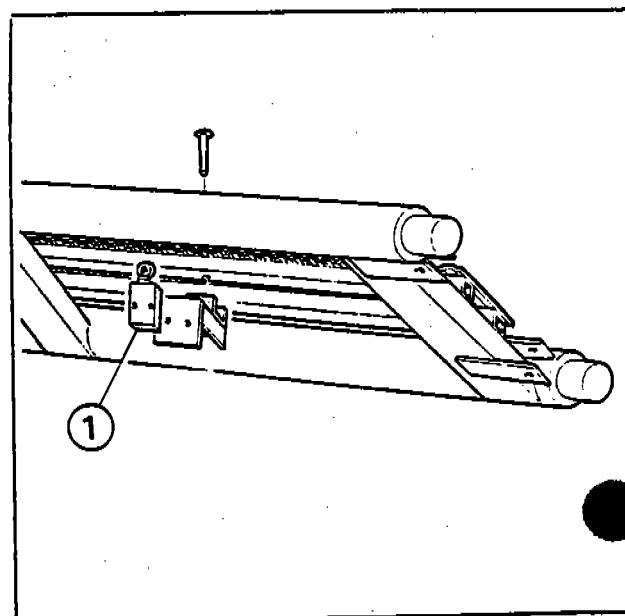

Fig. 27
- d) Assemble the crouzet switch (Fig. 27) on the rail on top of the spiral; be sure the electrical wire is out of reach of people or is not in the way of the Dragon.
- d) Montare il microinterruttore nel punto più alto della spirale (Fig. 27); fare attenzione che il cavo elettrico non sia a portata delle persone e non sia sulle traiettorie del Dragone.